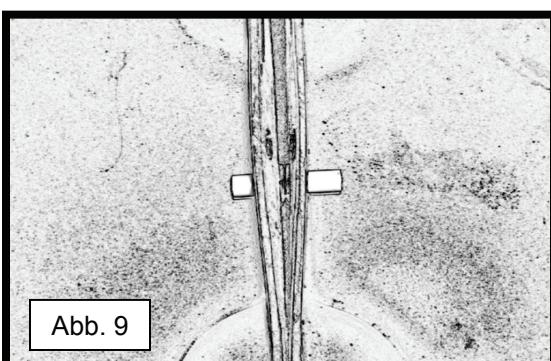

Abb. 9
- 8) Nachdem das Rohr durch beide Ringdichtungen reicht, sicherstellen, dass das Rohr ungefähr zwischen den beiden Sammelzentren zentriert ist (siehe Abb. 9).